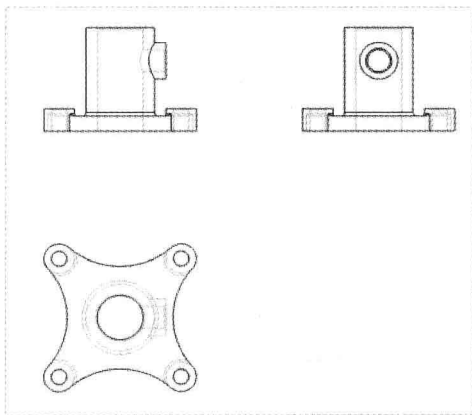

图 12-114 图形文件
Step 01 按【Ctrl+O】组合键, 打开图形文件, 如图 12-114 所示。